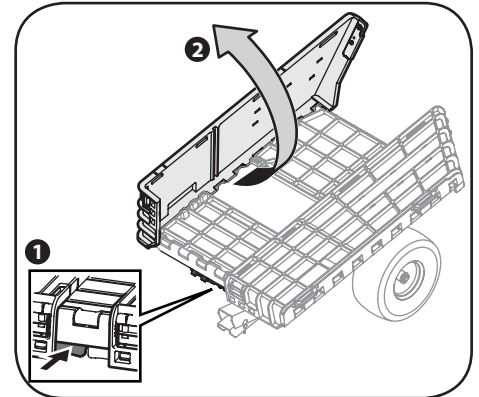

Figure 3-5
7. Repérez le loquet de verrouillage du panneau à l'avant de la remorque. Pressez le loquet de verrouillage et relevez le panneau latéral de la benne. Voir Figure 3-5.